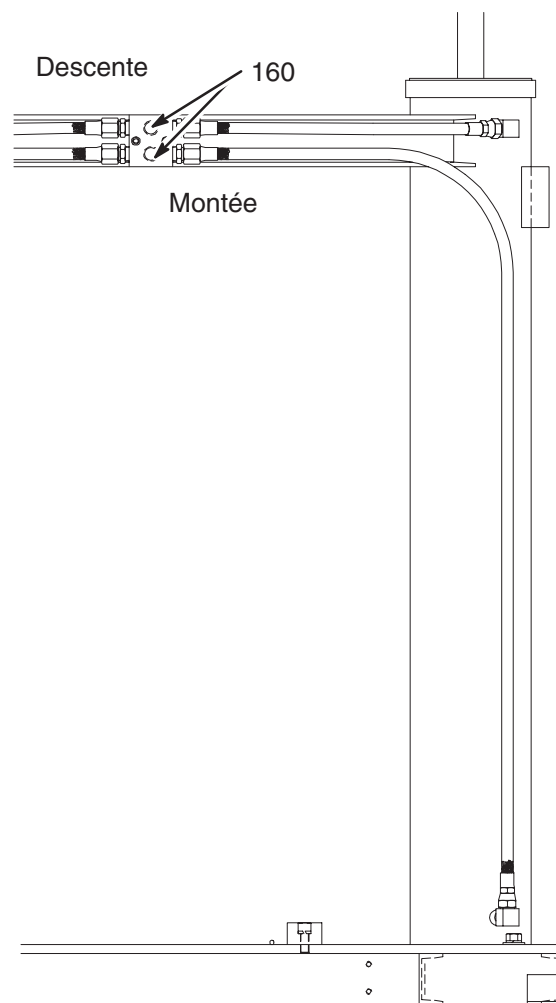
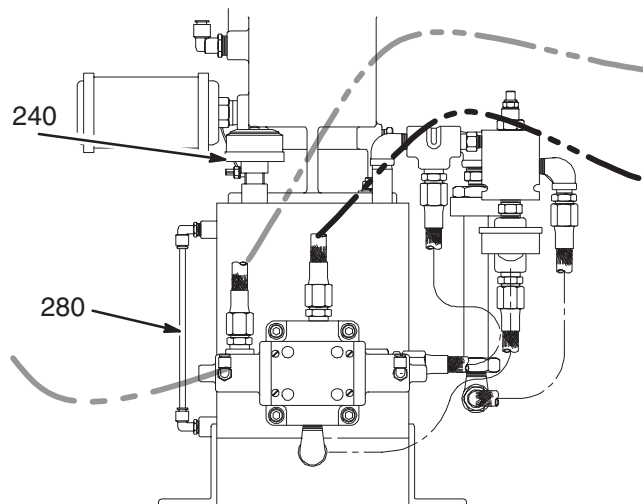

Fig. 25
Fig. 26
4. Préparer un récipient pour récupérer le fluide de fuite, puis desserrer les raccords des tuyauteries hydrauliques sur le manifold ((160) in Fig. 25).
6. Brancher une alimentation d'air régulée sur l'orifice inférieur (montée) (160).
- a. Les tuyauteries hydrauliques ont bien été rebranchées sur le manifold (160 de la Fig. 25).
1. S'assurer du bon branchement des tuyauteries hydrauliques sur le manifold (160 de la Fig. 25).
2. Retirer l'évent (240) de l'alimentation hydraulique.
4. Continuer à faire monter l'élévateur tout en contrôlant le niveau sur la jauge de fluide (Fig. 26).